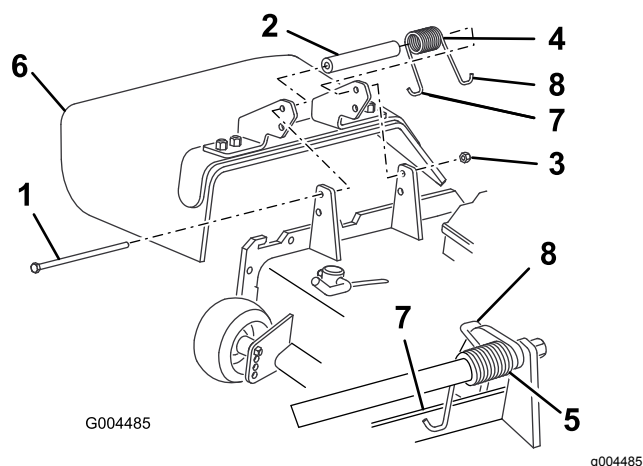

Figura 100
3. Inserite un distanziale e la molla tra le nuove staffe del deflettore di sfalcio (Figura 100).
Nota: Prima di montare il bullone, come riportato nella Figura 100, verificate che l'estremità sinistra a J della molla sia inserita dietro il bordo del piatto di taglio.
Nota: Infilate l'estremità destra a J della molla attorno al deflettore di sfalcio (Figura 100).
2. Togliete il dado di bloccaggio, il bullone, la molla e il distanziale che fissano il deflettore alle staffe orientabili del tosaerba (Figura 100).